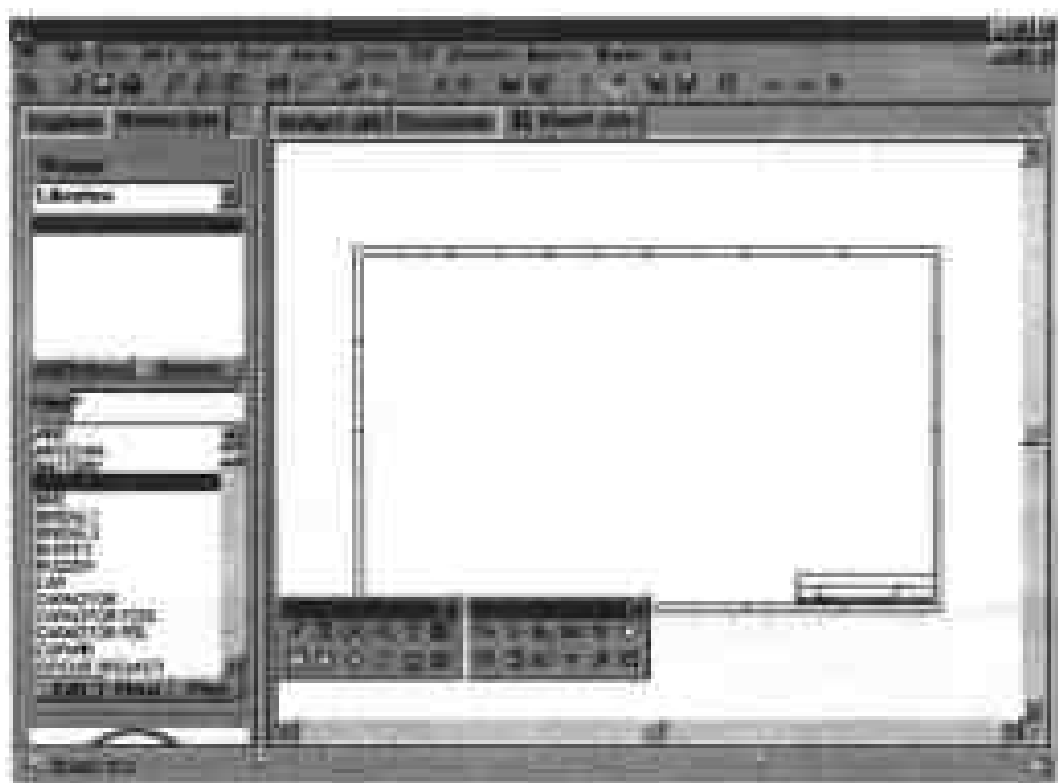

图 1-7 原理图编辑器界面
(3) 在对话框中单击 Schematic Document 图标,然后单击 OK 命令按钮,则在 Documents 文件夹窗口中出现一个图标,为它命名并双击此图标,打开新创建的原理图文件,此时在窗口中又添加了一个标签。
(4) 选择 View > Toolbars > Wiring Tools,在窗口中显示原理图工具栏,其中包含了绘制原理图所需的工具;选择 View > Toolbars > Drawing Tools,在窗口中显示图形工具栏;在浏览器窗口单击 Browse Sch 标签,使用原理图浏览器,此时得到的原理图编辑界面如图 1-7 所示。当然,用户还可以在窗口中打开其他工具栏,这些将在后面的内容中介绍。